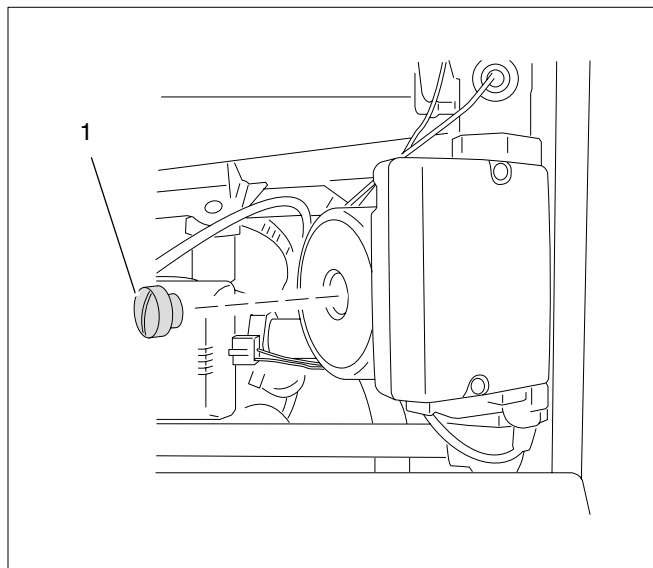

Fig. 15 Verificarea pompei de recirculație
- Deșurubați șurubul de fixare a pompei de recirculație (Fig. 15, Poz. 1). Dacă este disponibilă o pompă externă de încălzire, probabil acest șurub lipsește.